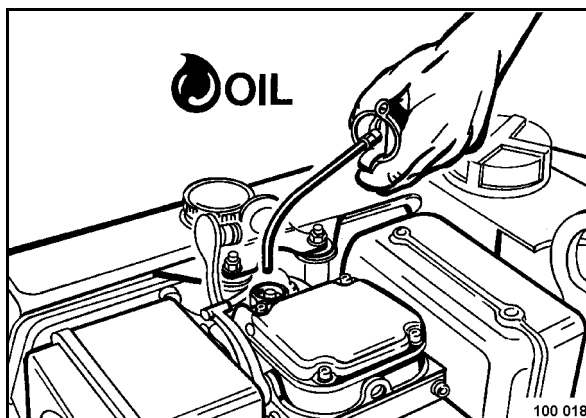

Рис. 31
- Снять предохранительную крышку (Рис. 31) с дозатора. Залить моторное масло до верхней кромки. Надеть назад крышку и сильно вдавить ее.